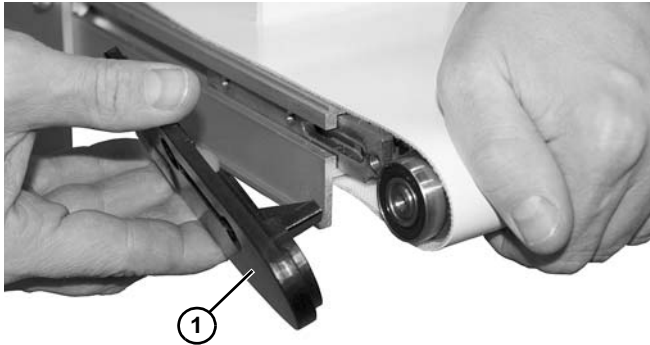

Figura 57
4. Quite la placa del cabezal (Figura 57, artículo 1) del armazón del transportador, manteniendo el husillo en su lugar.